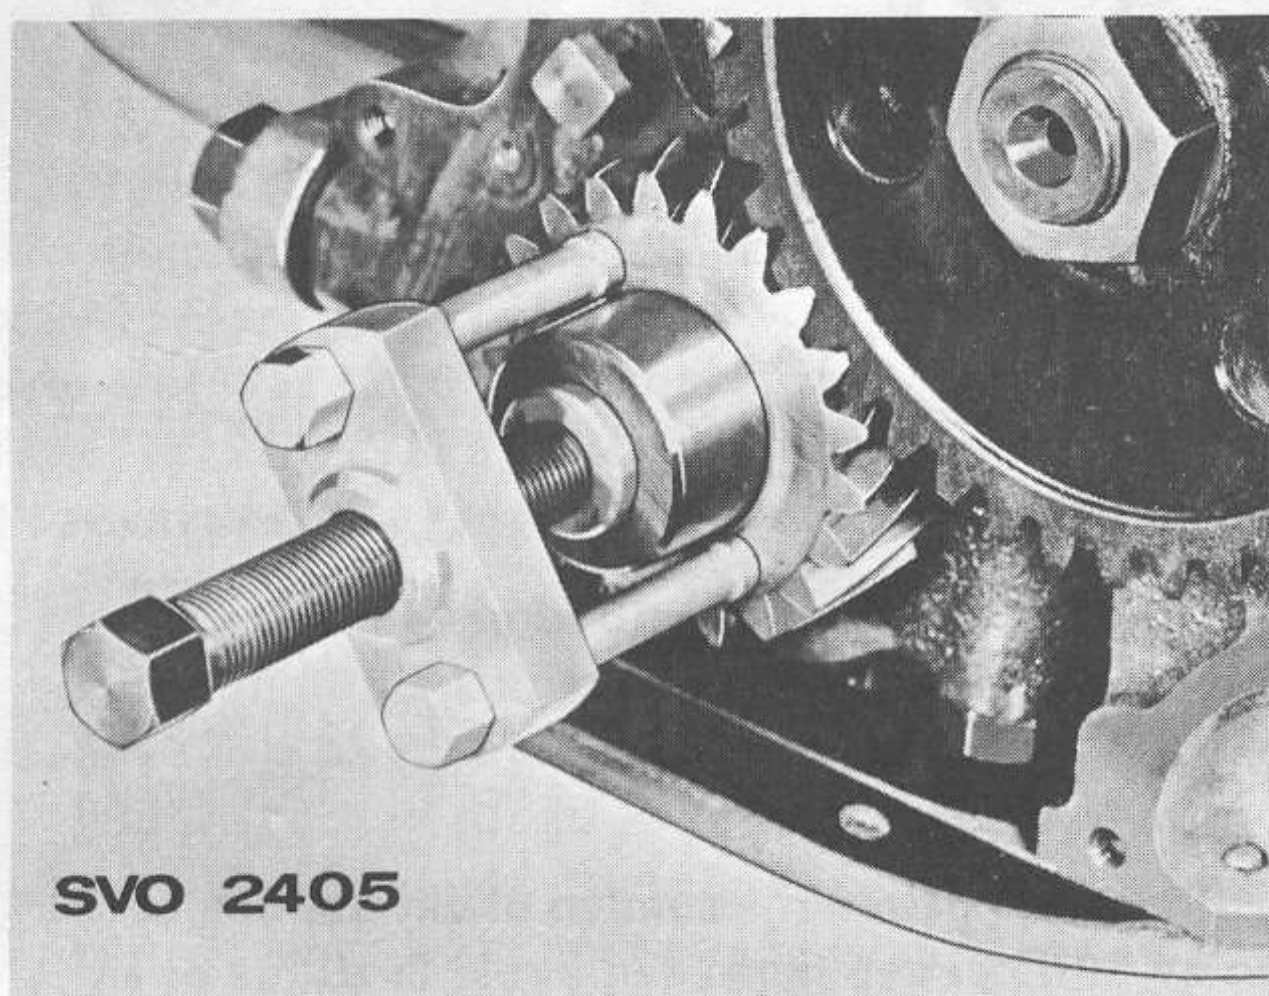

Bild C 15 Demontering av vevaxeldrev (4-cyl. motor)
4. Drag av vevaxeldrevet med avdragare SVO 2405, bild C 15. Skruva ur oljemunstycket, blås rent och montera det åter enligt bild C 14, så att oljestrålen riktas mot transmissionsdrevens kuggingrepp.